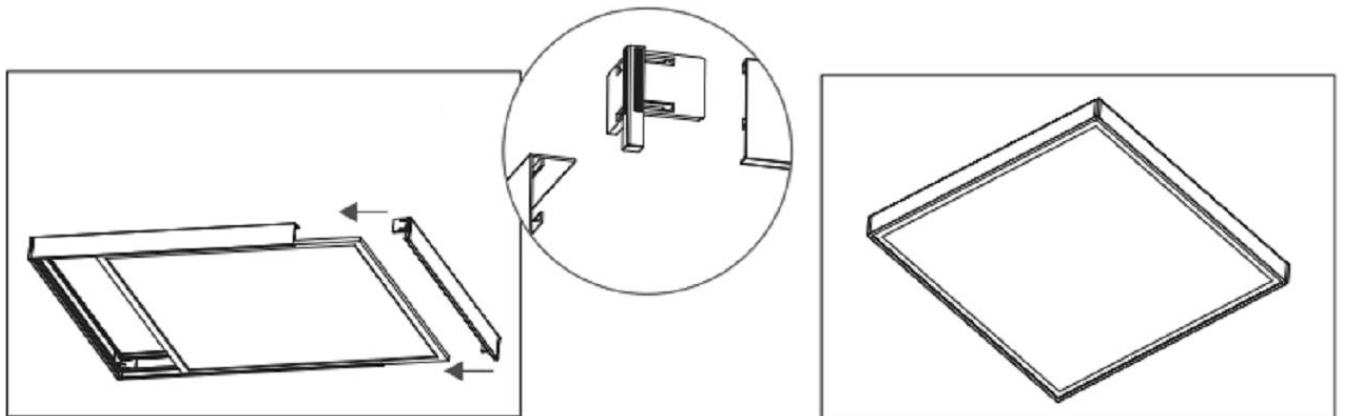

Рисунок 7 - Схема поверхностного монтажа светильника
5.6.4 Установите светильник в раму и закрепите последнюю часть рамы (см. рис. 7)